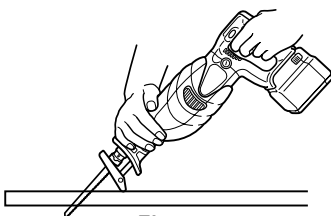
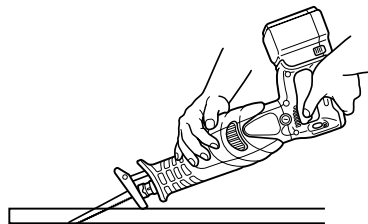

Fig. 25
Fig. 26
- (2) Relever lentement la poignée et couper petit à petit avec la lame de scie. (Fig. 25, Fig. 26)